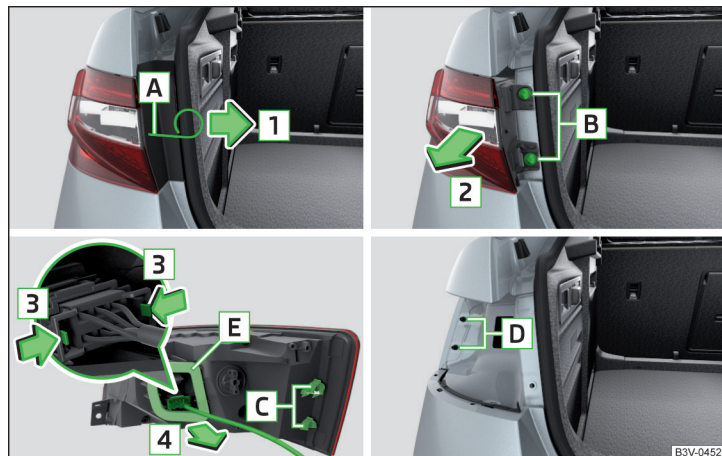

Fig. 371 Desmontar la lámpara / Quitar el conector
- Introducir en la apertura **A** » fig. 371 el estribo para retirar los tapacubos integrales.
- Introducir el conector contra el sentido de la flecha **4** » fig. 371 en la luz. Los bloqueos en el conector tiene que encastrar con seguridad.
- Considerar que en la reinstalación de las luces del grupo de conductos entre la carrocería y las luces no se aprisionen, y que la junta **E** » fig. 371 es colocada correctamente - de lo contrario existe el peligro de la entrada de agua y del daño de la instalación eléctrica.